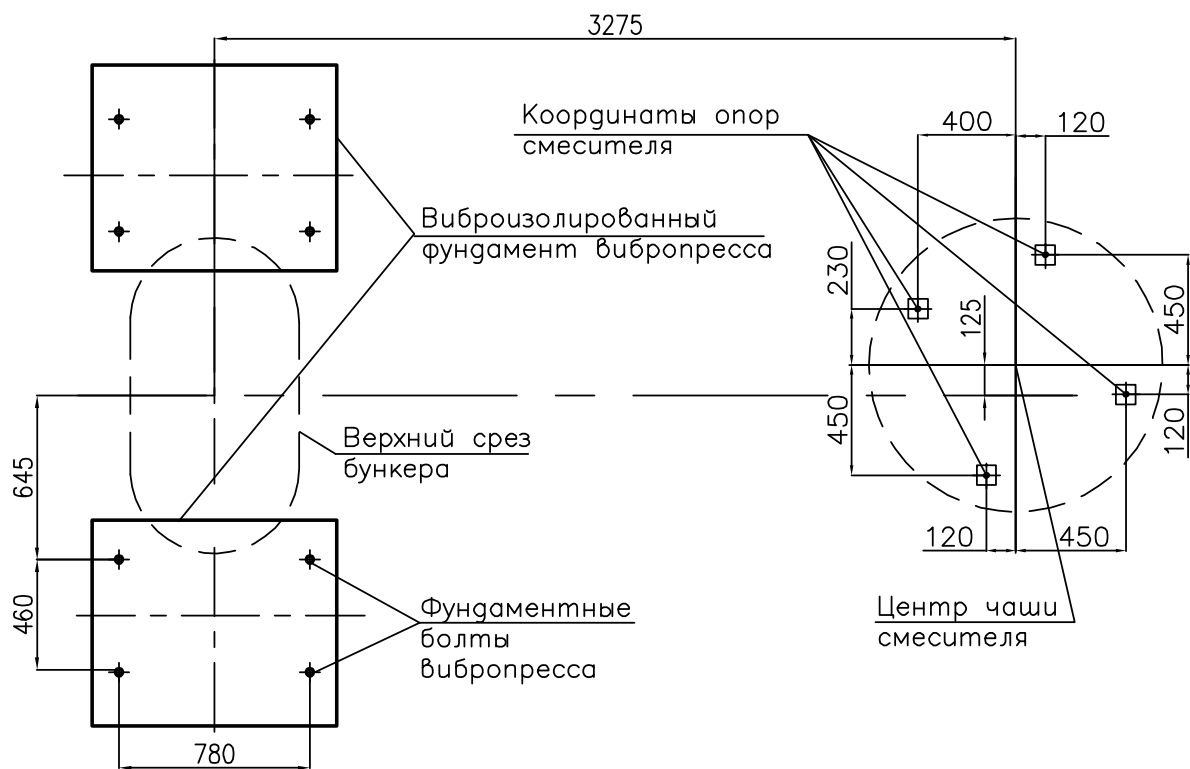

Рис. 16. Схема установки вибропрессов, бункера и смесителя.
3.1. Установка монтируется на виброизолированном фундаменте в соответствии со схемой приведенной на рис. 16. План фундамента вибропресса и координаты фундаментных болтов показаны на рис. 19.
3.3. Установить вибропресс на рабочее место, рис. 16 (17,18) и выровнять его в горизонтальной плоскости. Негоризонтальность не более 1 мм контролировать на опорное поддона 2 (рис. 2) по углам установки поддона. Выравнивание производить установкой металлических подкладок толщиной 0,5...1 мм под лапы станины.